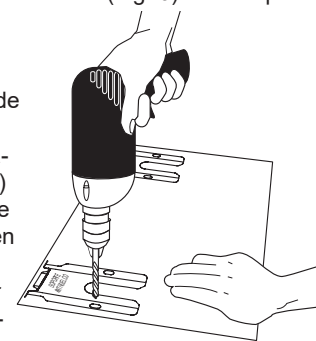

Fig. 6
b. **Taladre los agujeros y fije el soporte** - Taladre un agujero piloto de 1/8" donde se instalarán los tornillos (Fig. 6). Si el soporte se instala en la pared, realice un orificio de guía en un ángulo aproximado de 20° hacia abajo.